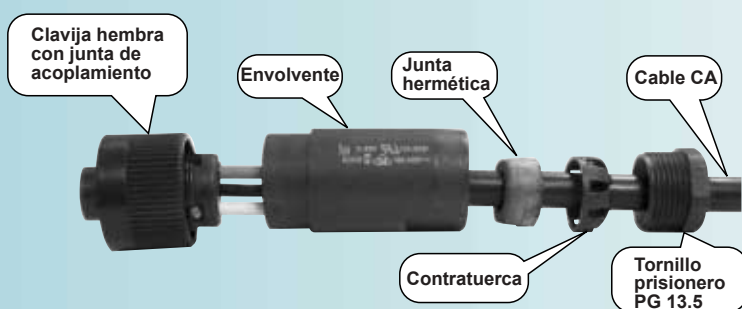
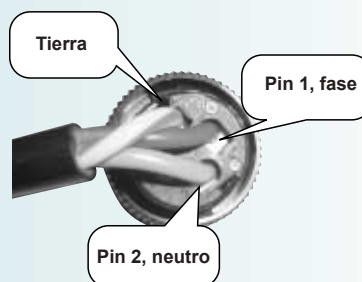

Fig. 9
Fig. 10
- Conectar los cables del modo siguiente (Fig. 9 y Fig. 10):